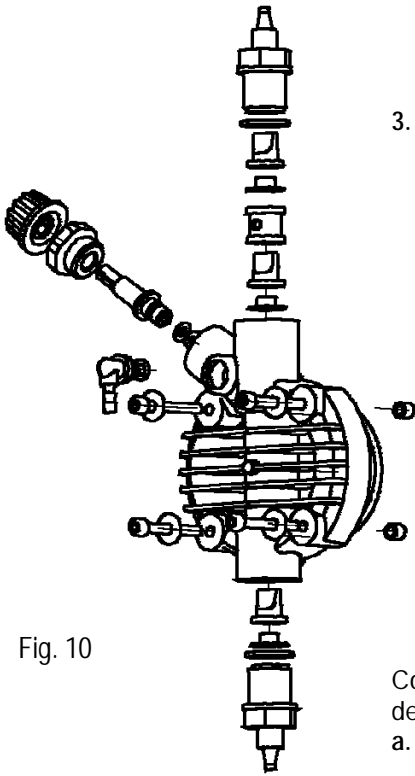

Fig. 10
2. Controle por lo menos cada 6 meses que la bomba funcione correctamente, que los tornillos estén bien apretados y las empaquetaduras estancas; en caso de líquidos particularmente agresivos, lleve a cabo controles más frecuentes, controle concretamente la concentración del aditivo en la instalación; una reducción de dicha concentración podría estar determinada por el desgaste de las válvulas (que en dicho caso habrá que sustituir prestando atención a volver a montarlas como se muestra en la Fig. 10) o por la obstrucción del filtro que debe limpiarse como se indica a continuación en el punto 3.
Para efectuar esta operación, si el aparato no está fijado a la instalación, es posible hacerlo pulsar durante algunos segundos (15-30) manteniéndolo invertido y sin tubos conectados en los racores; si esto es imposible, habrá que desmontar y volver a montar el cuerpo de la bomba (Fig. 10), mediante los cuatro tornillos de fijación.
Gracias a la robustez del sistema, no se presentan averías mecánicas reales. A veces pueden presentarse pérdidas de líquido de algún racor o brida fijatubo que pueda estar flojo, o simplemente por la rotura del tubo de impulsión. Raramente pueden ocasionarse pérdidas por la rotura de la membrana o por el desgaste de la junta de cierre de la misma. En tal caso habrá que sustituir dichos componentes desmontando los cuatro tornillos del cuerpo de la bomba (Fig. 10), volviendo a montar los tornillos, apretándolos de manera uniforme a un par de apriete máximo de 180÷200 Nxcn. Una vez eliminada la pérdida, habrá que limpiar los restos de aditivo que puedan haber quedado en la bomba dosificadora ya que al estancarse pueden atacar químicamente la caja de la bomba.
① - LA BOMBA DOSIFICADORA DA IMPULSIONES PERO NO INTRODUCE ADITIVO EN LA INSTALACIÓN
- Desmonte las válvulas de aspiración e impulsión, límpielas y vuelva a montarlas en la misma posición (Fig. 10). Si se detecta un hinchamiento de dichas válvulas, controle en la tabla correspondiente la compatibilidad del aditivo con el tipo de válvula instalada en la bomba (válvula estándar de Viton®, u otro elastómero compatible; bajo petición están disponibles las válvulas de bola).
Para sustituir la membrana desenrosque los 4 tornillos, desatornille la membrana, sustitúyala junto a la junta tórica, y vuelva a montar las piezas asegurándose de apretar los tornillos de manera equilibrada (enrósquelos de manera alterna en cruz, respetando el par de apriete indicado en la fig. 10).